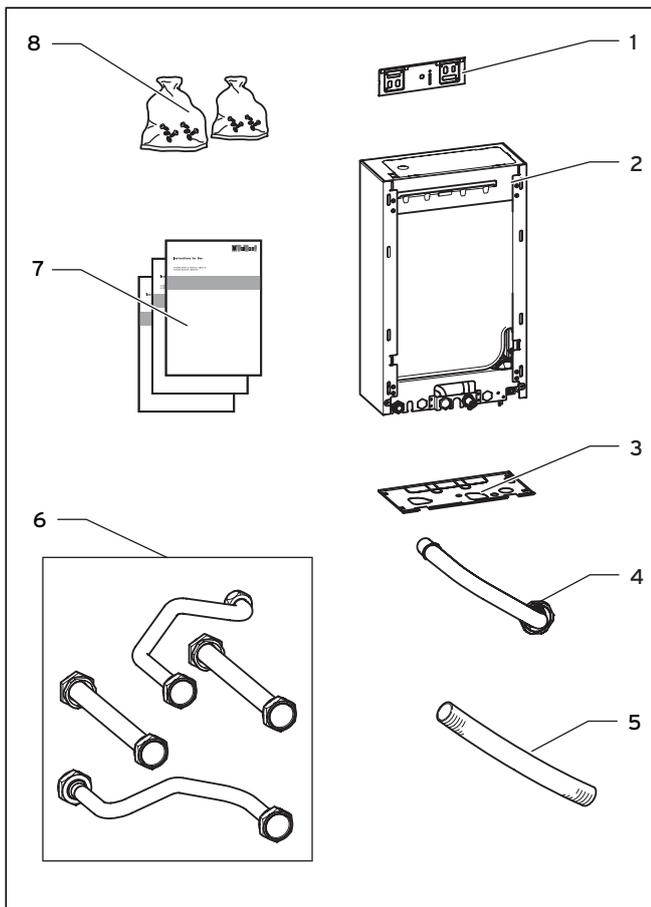

Abb. 4.1 Lieferumfang
- Überprüfen Sie, dass alle Teile unversehrt geliefert wurden (siehe Abb. 4.1 sowie Tabelle 4.1).